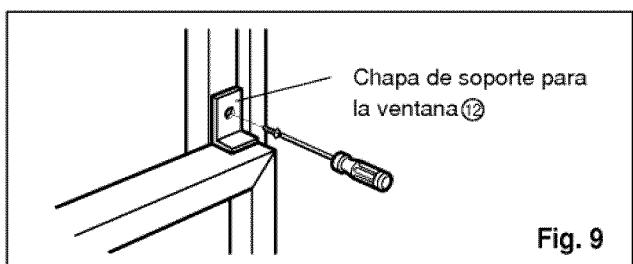

Fig. 9
- Sujete la chapade soporte en el marco de la ventana ⑫ con un tornillo tipo C. (Ver Fig. 9)